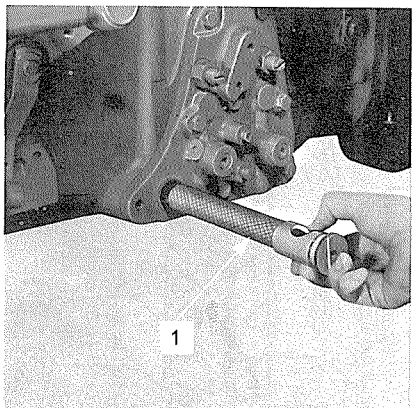

Figure 56 Démontage de la crépine d'aspiration pour „Select-O-Speed”
1. Desserrez le boulon six pans et la bride qui maintiennent la crépine et sortez celle-ci, Figure 56.